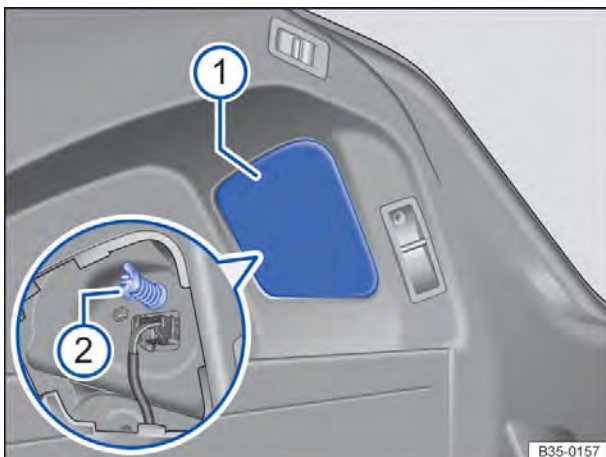

Fig. 252 Na carroceria: desinstalar a lanterna traseira.
3. Retirar a capa ⇒ Fig. 252 ①.
4. Remover o parafuso de fixação ② com a mão.
15. Pressionar o travamento do conector ③ contra o sentido da seta.
17. Segurar a lanterna traseira na aproximadamente com uma das mãos e rosquear o parafuso de fixação com a outra ⇒ Fig. 252 ②.
19. Instalar a capa ①.